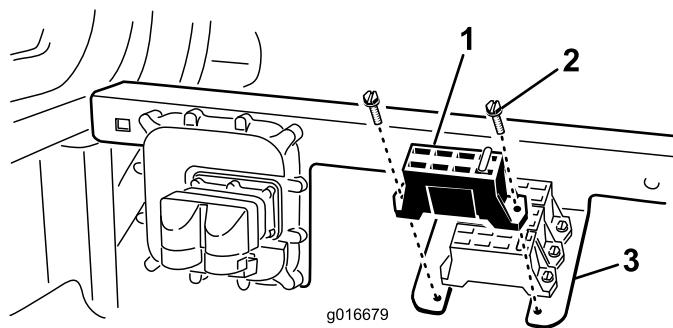

Figura 5
1. Sujete el bloque de fusibles al bastidor del asiento, debajo del asiento, con 2 tornillos de cabeza hexagonal con arandela prensada y 2 contratuerca, según se muestra en Figura 5.
2. Inserte el fusible de 10 amperios en el bloque de fusibles, en el lugar indicado en Figura 5.